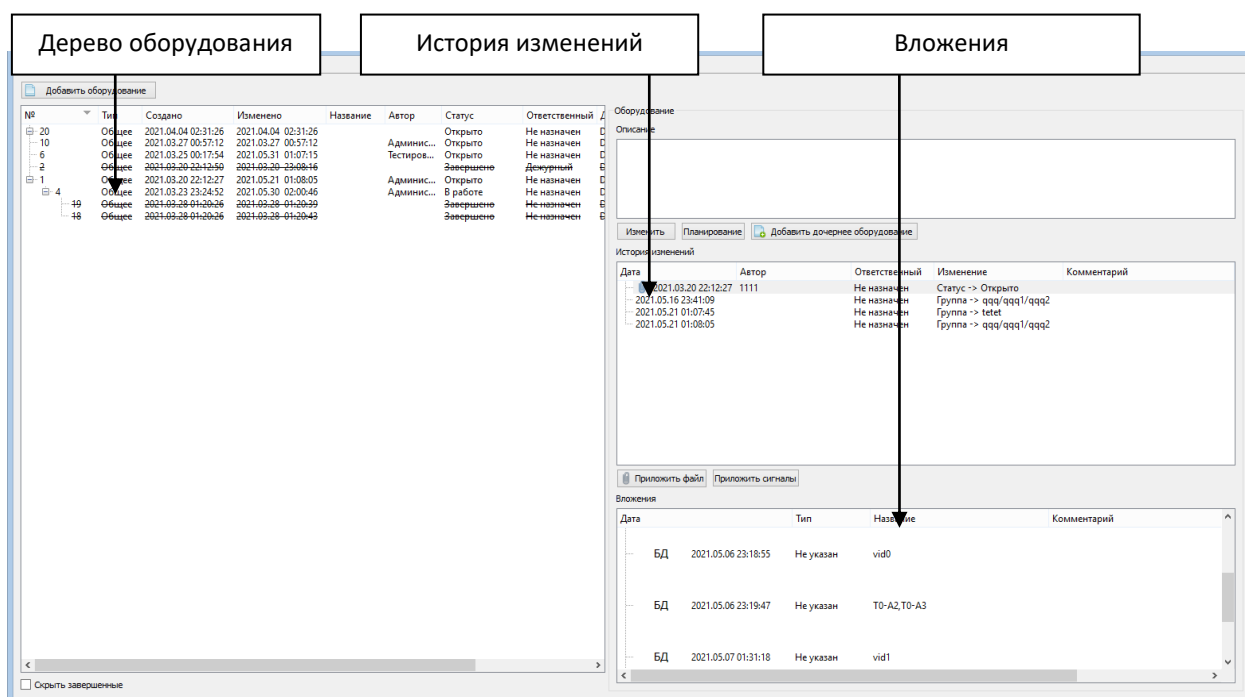

Рис. 1 – Главное окно программы просмотра и редактирования оборудования
3.2.1. После запуска программы просмотра и редактирования журнала на экране отобразится главное окно, представленное на рис.1.